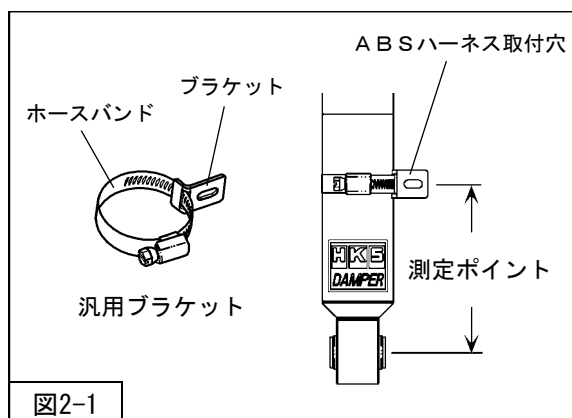

図2-1
1. 本製品にはABSセンサハーネスを固定するため、汎用ブラケット（ブラケット+ホースバンド）を同梱しています。測定ポイントが純正サスペンションと同じ距離・位置になるようにフロントサスペンションASSYに固定してください。（図2-1）